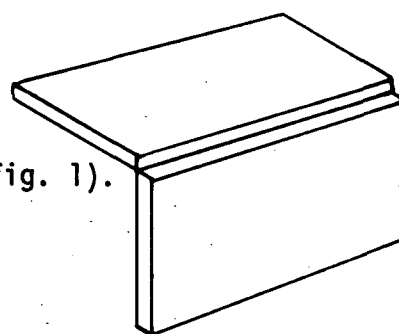

Fig. 1
- c Coloque na posição para pontear.(fig. 1).